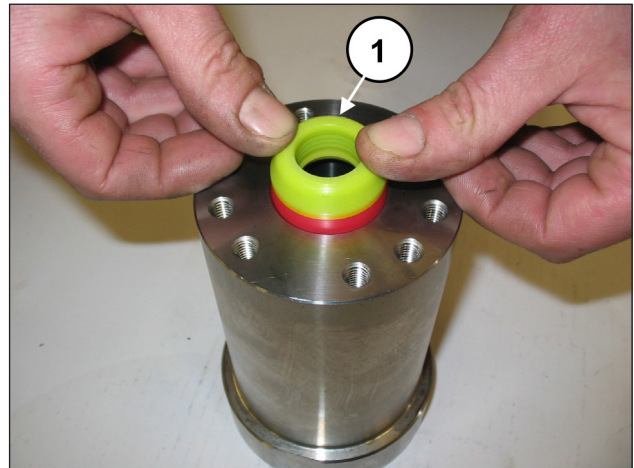
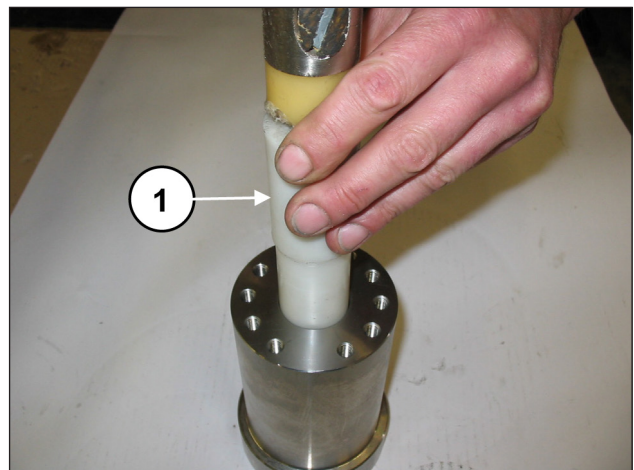
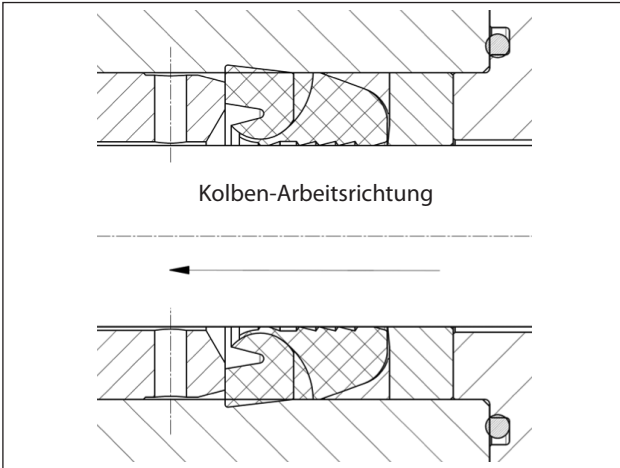

Abb. 132
Abb. 133
Abb. 134
Setzen Sie das HD-Dichtungspaket (Hochdruck) (Pos. ①, Abb. 132) ein; verwenden Sie aufgrund des leichten Übermaßes zwischen Dichtung und Buchse zur Vermeidung von Schäden das entsprechende Werkzeug (Art. 27540100 für SK20, SK22 und SK24, Art. 27540900 für SK26, SK28 und SK30) (Pos. ①, Abb. 133).
Die HD-Dichtung muss lt. Abb. 132 und Abb. 134 eingesetzt werden.